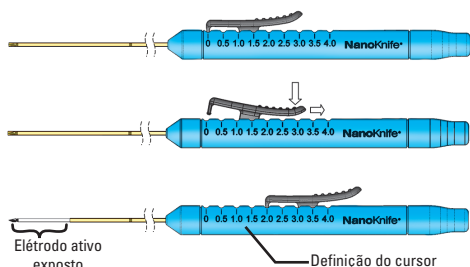

Figura 6: Ajuste da exposiço do el ttrodo
13. Verifique o comprimento do el ttrodo exposto indicado pelo cursor no manipulador (consulte a Figura 6).